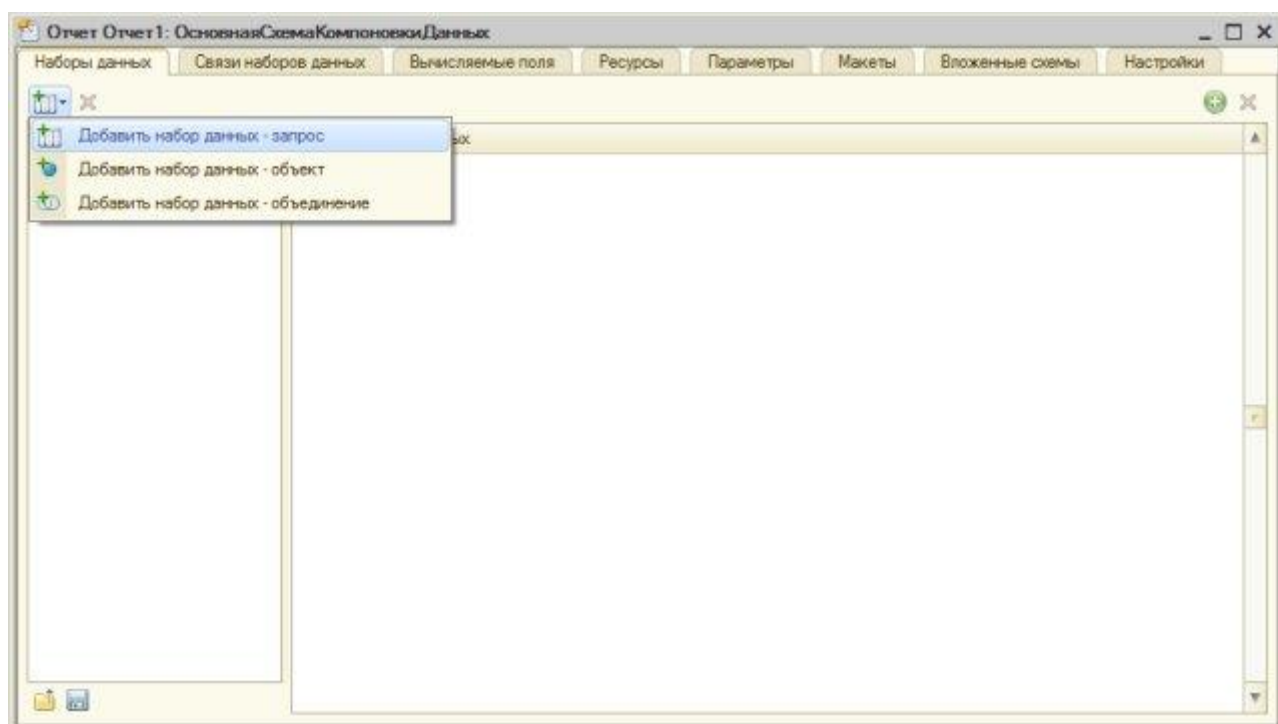

Рисунок 13.1- Добавление нового набора данных – запроса
2. На закладке **Основные** нажмем на кнопку с увеличительным стеклом в поле **Основная схема компоновки данных**. Появится окно конструктора макета, где мы можем задать имя (настроит имя по умолчанию – **ОсновнаяСхемаКомпоновкиДанных**), тип макета ограничен единственным – **Схема компоновки данных**. Нажмем в этом окне **Готово** и попадем в окно **конструктора СКД**. Здесь нам, в первую очередь, нужно добавить новый **источник данных**, в нашем случае это будет **Запрос**, Рисунок 13.1.